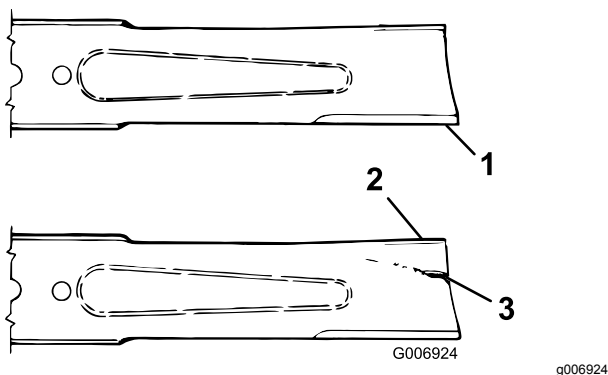

Figura 96
3. Examine cuidadosamente as extremidades da lâmina, prestando especial atenção à zona onde se encontram as partes curvas e planas da lâmina (Figura 96).
4. Se verificar que esta zona se encontra desgastada (Figura 96), substitua a lâmina; consulte Desmontagem e montagem de uma lâmina (página 66).